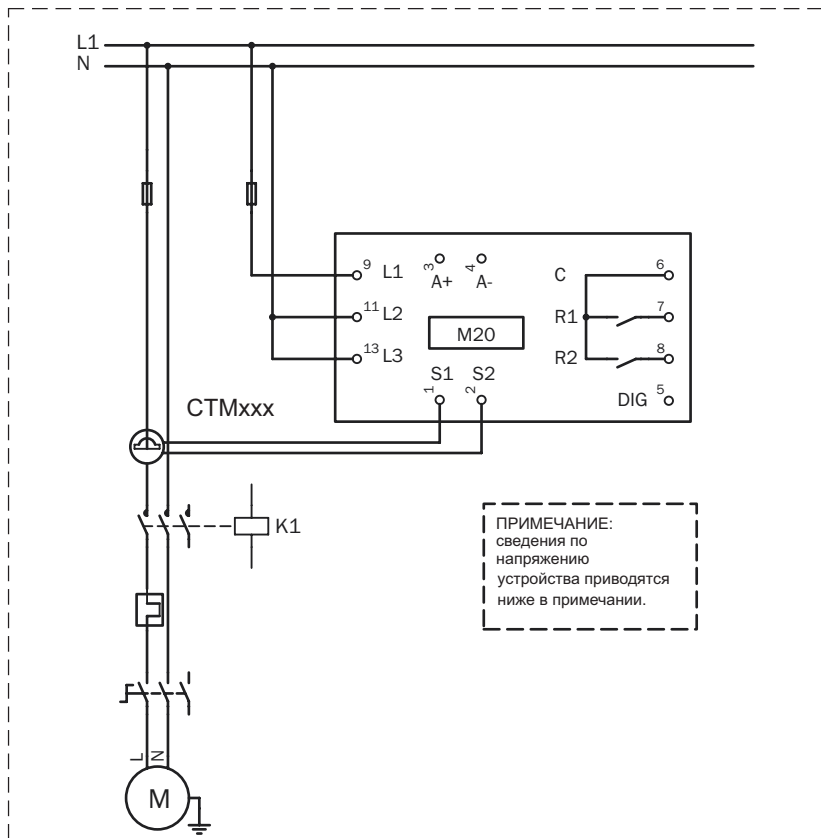

Рис. 2 Пример однофазного подключения.
1. Подключения к однофазному двигателю описаны в данном руководстве ниже (Рис. 2), поскольку в таких случаях требуется внесение изменений в программирование. По умолчанию монитор нагрузки M20 настроено на использование 3 фаз.
2. Однофазное подключение показано на Рис. 2.
ПРИМЕЧАНИЕ: если подключение выполнено согласно Рис. 2, диапазон напряжений устройства, например, 1х100-240 В перем. тока, должен соответствовать напряжению соответствующего двигателя или сети – нейтрали, например, 1х 230 В.